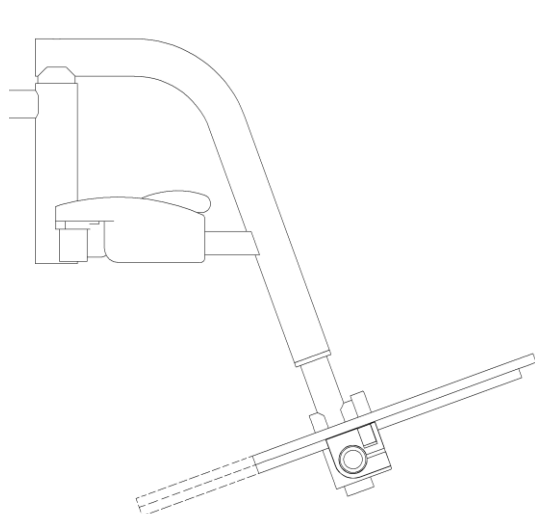

Figure 28 - Ajustement en profondeur
2. Pour procéder à un réglage en **profondeur** faire coulisser la palette sur son rail (figure 28);